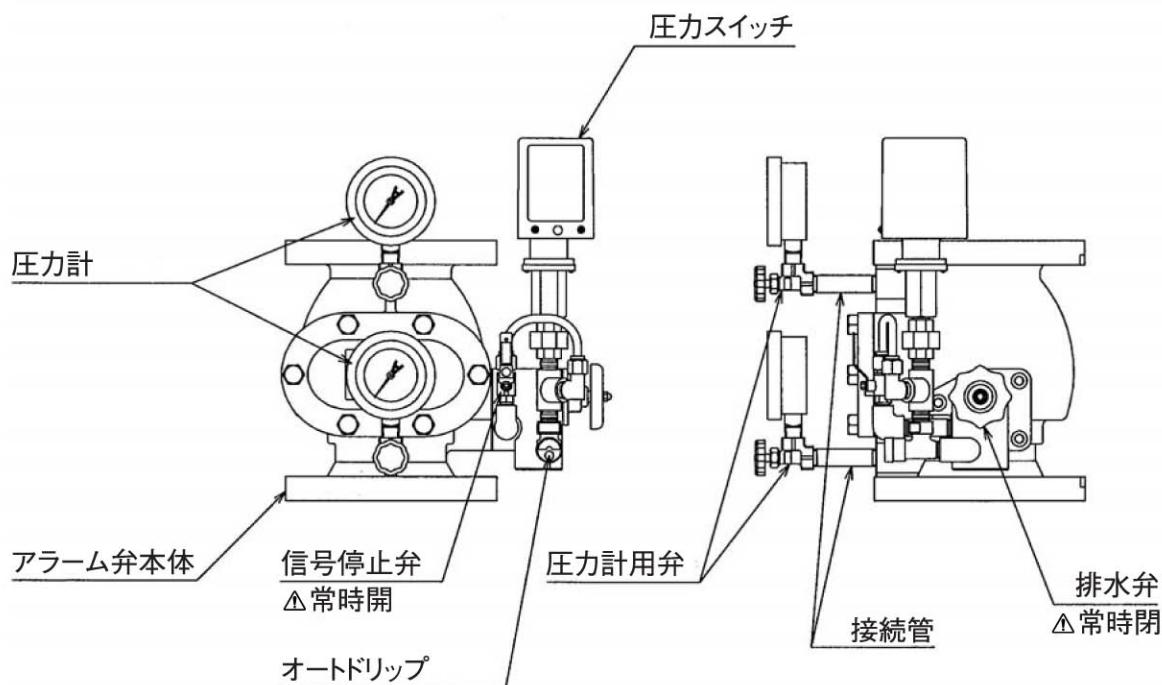
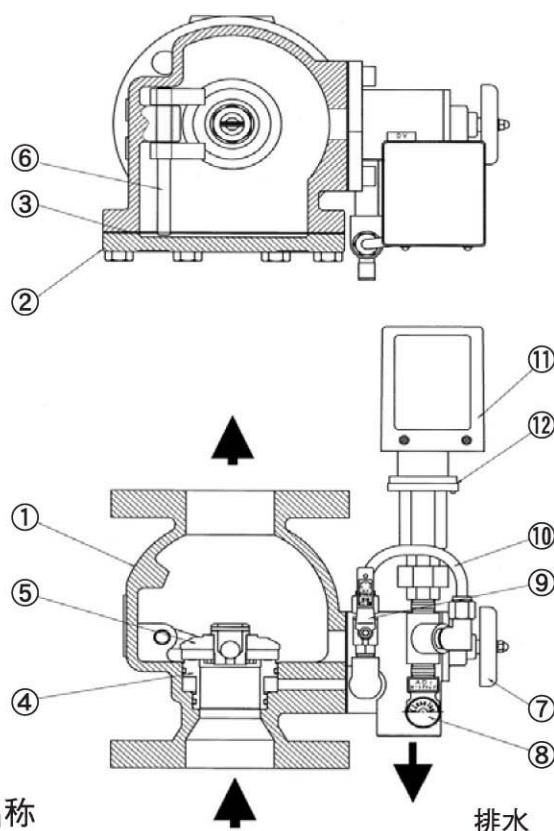

図1.アラーム弁詳細図
図2.アラーム弁の各部の名称
取付	<p>⑥アラーム弁本体(排水弁付)を設備配管に設置してから、圧力スイッチを取り付けてください。(圧力スイッチの取り付け向きは2ページの図1.アラーム弁詳細図を参照してください。)</p> <p>⑦取り付けの際、メンテナンス性を考慮したスペースを確保してください。</p> <p>⑧アラーム弁及び圧力スイッチを足場代わりにしないでください。</p> <p>⑨配管内圧力監視用圧力タンクの圧力低下時の加圧用に、補助加圧ポンプを使用する場合は、(アラーム弁の作動流量が圧力スイッチのタイマー遅延時間約20秒を超えて流れると、)圧力スイッチが作動して誤警報が出るおそれがありますので、補助加圧ポンプの出口側に定流量弁(設定流量5L/min)を取り付けてください。定流量弁は下記製品又は同等品をご使用ください。</p> <p>※定流量弁(例)</p> <p style="text-align: center;">日本フローセル(株)製 HCT型、HCT-Y型(どちらもサイズ15A又は20A) HVT型(サイズ15A)</p>
5-2 各部の主なはたらき(図1、図2参照)